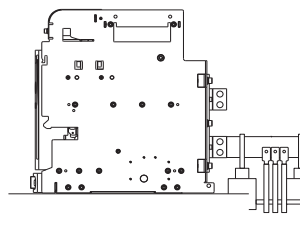

Рис. 2
- При подключении нескольких кабелей следует скрепить их между собой и зафиксировать на каркасе неподвижной конструкции (рис. 2).